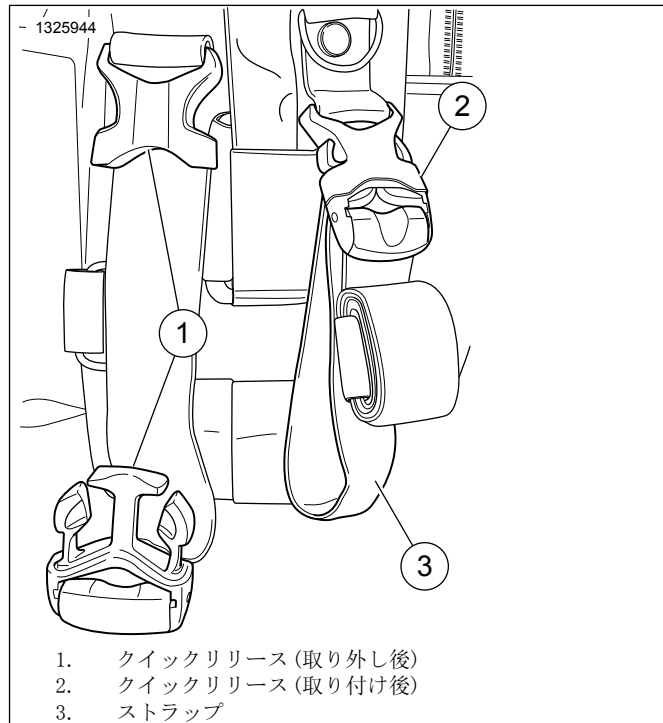

図2。クイックリリースバックル
1. 「図2」を参照。クイックリリースバックルと留め金を外します。